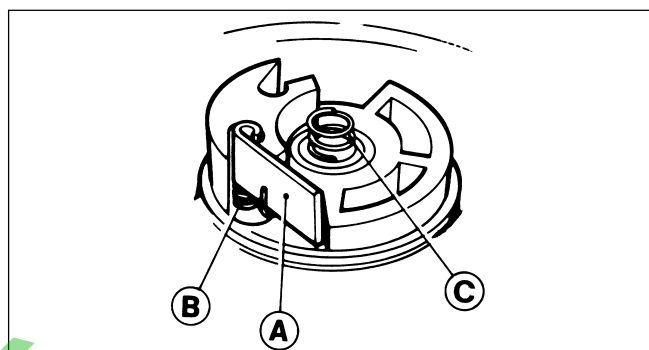

Fig. 6
- Mettre en place le ressort de retenue et positionner le ressort de linguet avec son linguet (voir Fig. 6).